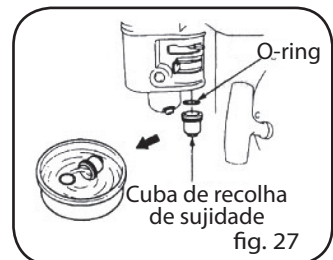

fig. 27
3. LAVAGEM DA CUBA DE RECOLHA DE SUJIDADE (Fig. 27)